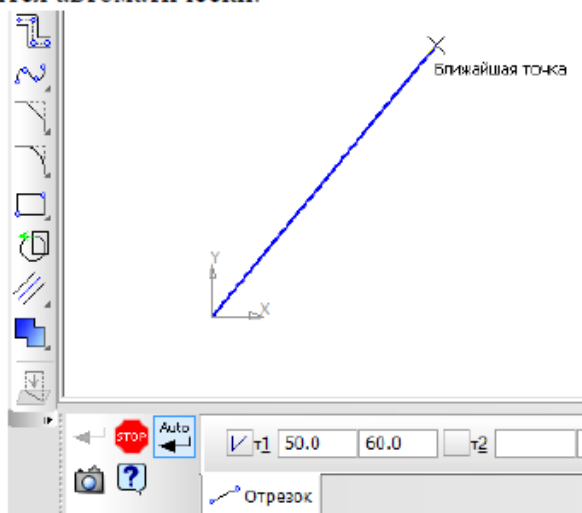

Рисунок 25 – Привязка, ближайшая точка
3. Построение отрезка 2, зная координаты первой точки  $T_1$ , длину и угол наклона к оси  $x$ . Координата первой точки второго отрезка  $T_1$  равна координате второй точки первого отрезка. Выберите команду отрезок , наведите курсор на координату второй точки первого отрезка, на курсоре появится привязка "Ближайшая точка", рис. 25 и нажмите один раз левую кнопку мыши, координата первой точки зафиксируется. В ячейку длина введите "100" нажмите "**Enter**", в ячейку угол введите "0" нажмите "**Enter**" или "**Ctrl + Enter**" отрезок построится автоматически.